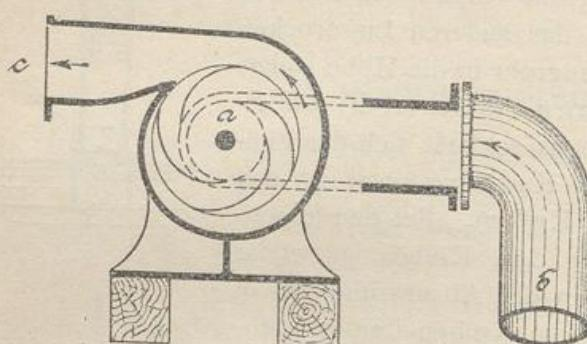

Abb. 176.
**3. Die Kreiselpumpe** (Abb. 176, 177) besteht aus Gußeisen. Sie enthält in einem Gehäuse ein Kreiselrad *a*, nämlich eine runde